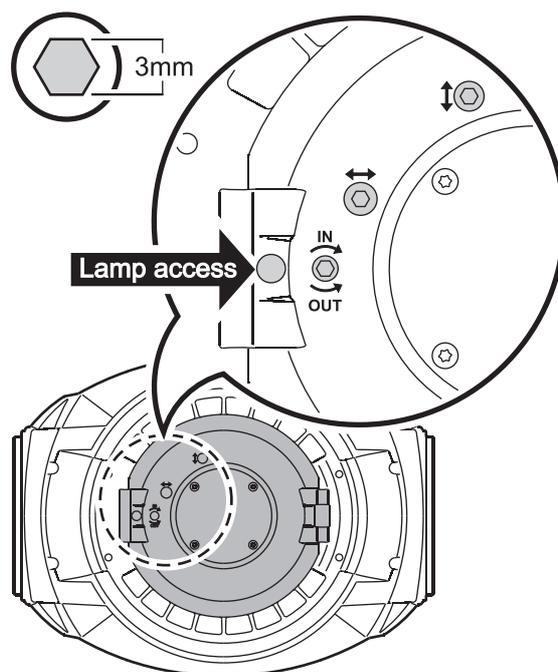

Figure 3: Vis de réglage de lampe
4. Voir Figure 3. Vissez ou dévissez les 3 vis Alen pour obtenir un faisceau uniforme.